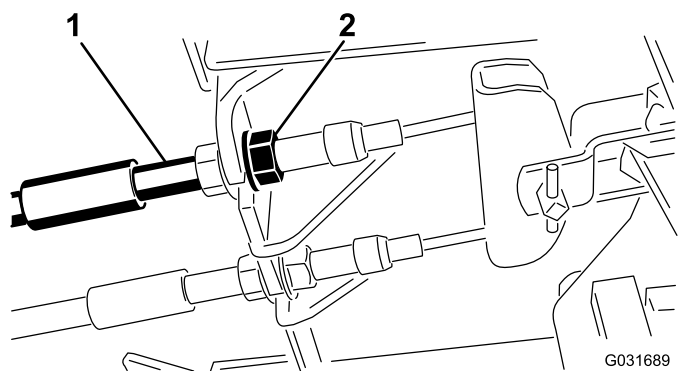

Figura 71
1. Para reduzir a folga dos pedais dos travões, aperte os travões desapertando a porca dianteira que se encontra na extremidade roscada do cabo dos travões (Figura 71).